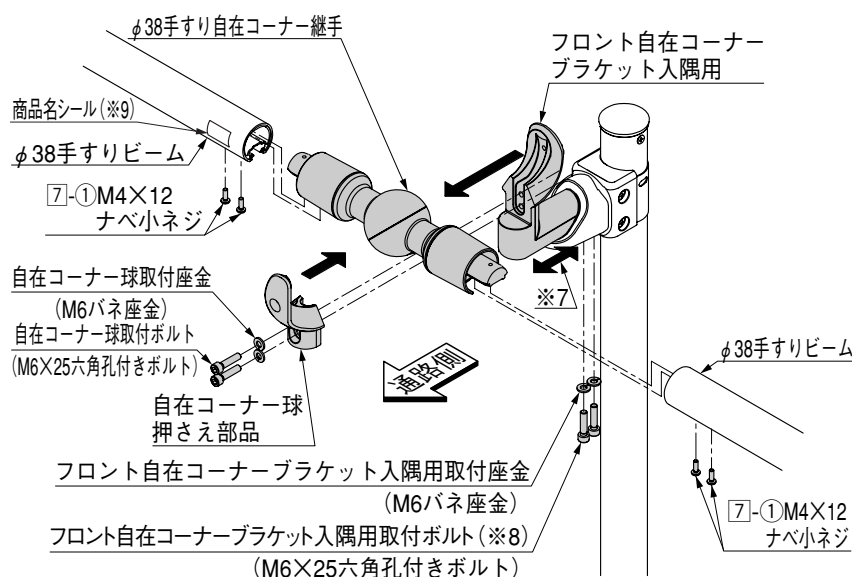

図2-8
- ① 図2-8を参照して、自在コーナー球押さえ部品でφ38手すり自在コーナー継手を取付けてください。
- ② φ38手すり自在コーナー継手にφ38手すりビームを7-1で取付けてください。